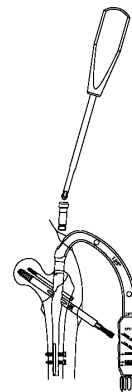

図 5
- 5) 各スクリューの挿入後、ストレートドライバーを用いてネイルからネイル接続ネジを取り外し、ターゲットデバイスを取り外します。(図 5)